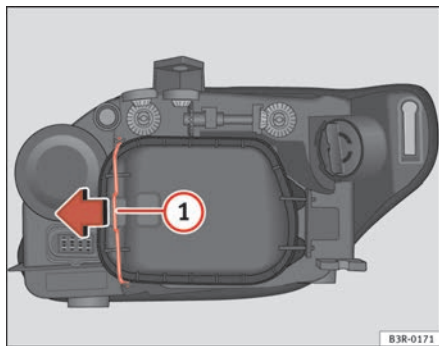

Abb. 197 Standlicht
- Den Spanner ⇒ Abb. 197 ① in Pfeilrichtung bewegen und den Deckel abnehmen, indem zuerst die Seite des Spanners und danach die beiden Laschen des anderen Endes des Deckels abgenommen werden.